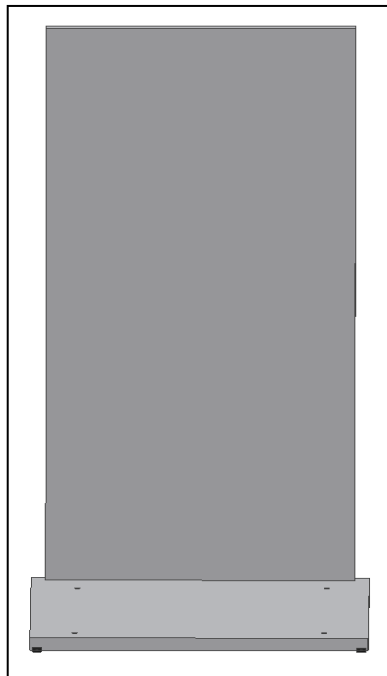

Fig. 3
- Inserire **il pannello del retro** sul pannello del fondo e fissare (Fig.3).